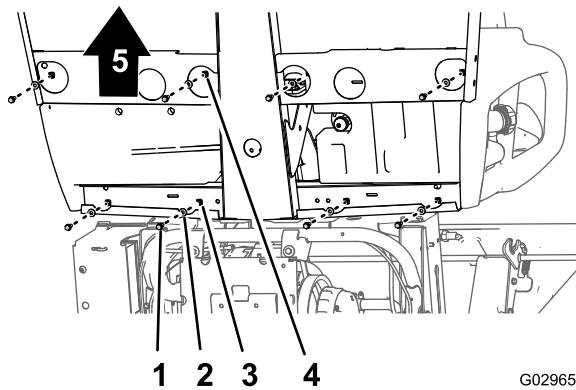

Figura 42
1. Na parte inferior da máquina, retire os 8 parafusos de cabeça flangeada e as 8 anilhas que prendem a base do banco à placa do chão e ao canal da cabina traseiro (Figura 42).
2. Cuidadosamente, levante os bancos, a base do banco e os cabos do travão de estacionamento da máquina (Figura 42).
1. Levante os bancos e a base do banco para a máquina e alinhe os cabos dos travões com o chassis (Figura 42 e Figura 43).
2. Alinhe os furos na base do banco com os furos na placa do chão e no canal da cabina traseiro (Figura 42 e Figura 43).